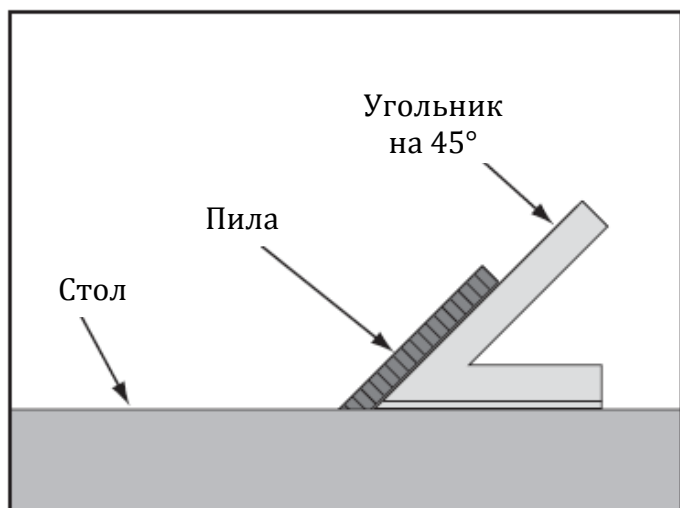

Рис. 65. Проверка наклона пилы на 45°
3. Поставить угольник на 45° к столу и пиле, так чтобы он соприкасался с пилой равномерно снизу до верха, как показано на рис. 65. Проверить, чтобы зубья пилы не препятствовали установке угольника.
6. Поставить угольник на 45° к пиле, как показано на рис. 65, затем производить регулировку пилы до тех пор, пока она не будет расположена под углом 45° столу.